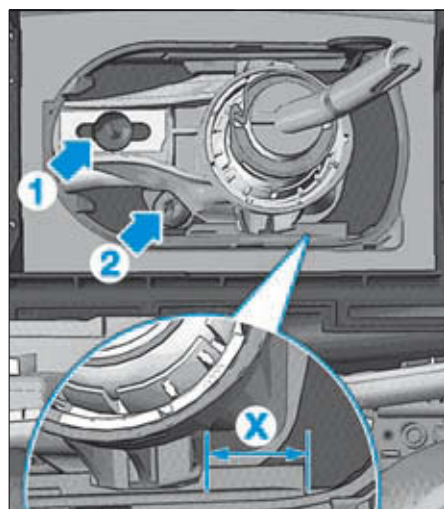

FIG. 2
- Mesurer la cote (X) (Fig.2).
- Si la cote n'est pas atteinte procéder de la manière suivante (Fig.2) :
- desserrer la vis (1) de la tringle de poussée.